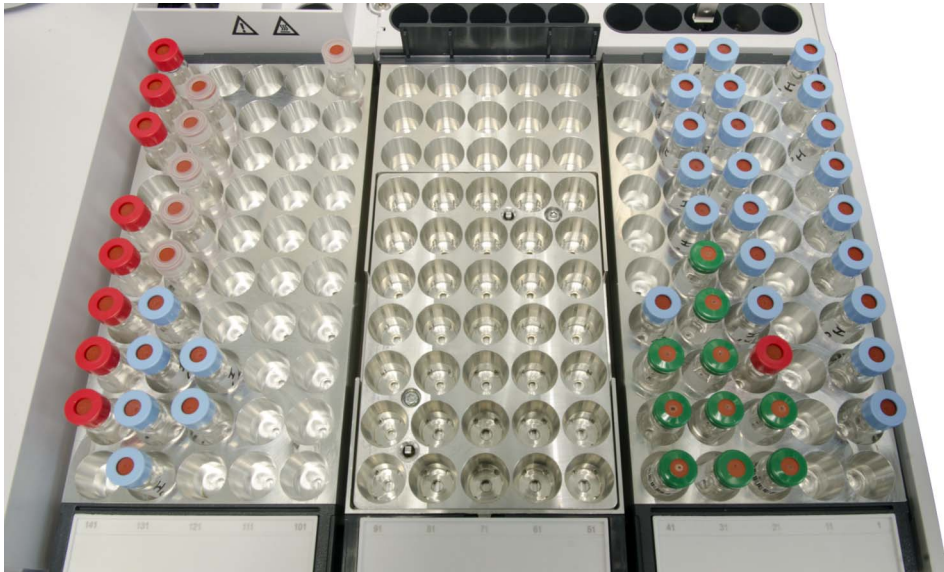

Abb. 66 In der Mitte installierter LC-Fläschchenhalter
- 1 Halten Sie den Rahmen des LC-Fläschchenständers fest und senken Sie das hintere Ende des Fläschchenständers auf den Tellerboden der Workbench (Abb. 66). Vergewissern Sie sich, dass die Nase an der Rückseite des LC-Fläschchenständerrahmens in das dafür vorgesehene Loch an der hinteren Wand des Tellers gleitet.
- 2 Senken Sie die Vorderseite des LC-Fläschchenständers bis dieser gerade auf dem Probenhalter aufliegt. Die LED-Leuchte vor jedem Fläschchenständer leuchtet auf, wenn dieser richtig eingesetzt ist. Stellen Sie sicher, dass die Fläschchenständer so installiert sind, dass die Nummern der Fläschchenständeretiketten in fortlaufender Nummerierung von rechts nach links sortiert sind. Wiederholen Sie diesen Schritt für jeden weiteren gewünschten LC-Ständer (Abb. 66).